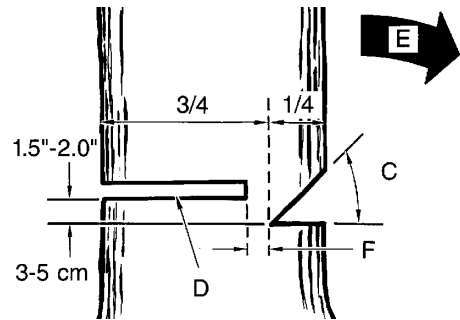

Fig. 9
Scier le trait d'abattage (D) de l'autre côté du tronc, 3 à 5cm (1,5 à 2,0 po) au-dessus de l'entaille d'abattage (C) (Fig. 9).